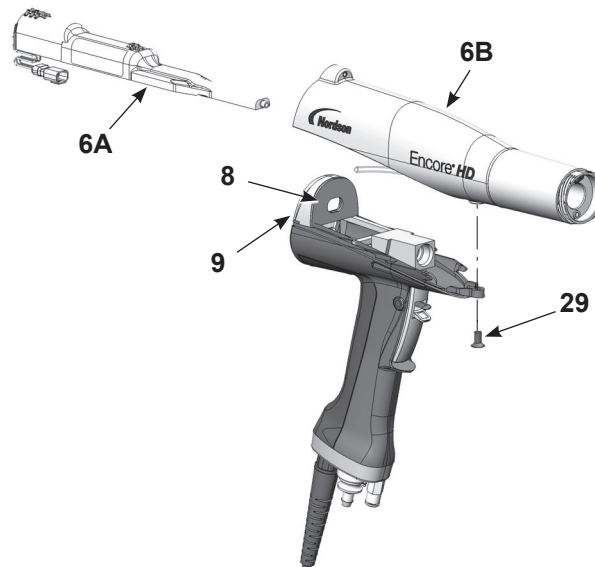

Figura 13 Extracción del suministro de tensión del cuerpo de la pistola
1. Ver la Figura 13. Deslizar el suministro de tensión (6A) fuera del cuerpo de la pistola (6B).
2. Comprobar la junta obturadora (8) en la parte posterior de la pared divisoria (9). Sustituirla si está dañada. La junta obturadora está atascada en la pared divisoria con adhesivo sensible a la presión.